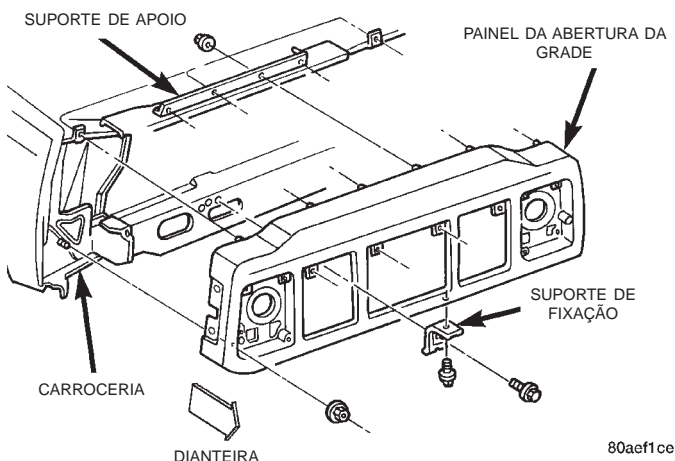

Fig. 2 Painel da Abertura da Grade
(1) Remova os engastes dos faróis.
(2) Remova a grade.
(3) Remova as luzes sinalizadoras laterais.
(4) Remova os faróis e as luzes de estacionamento e de sinalização.
(5) Abra o capô.
(6) Remova as porcas que prendem o painel da abertura da grade (GOP) aos pára-lamas dianteiros (Fig. 2).